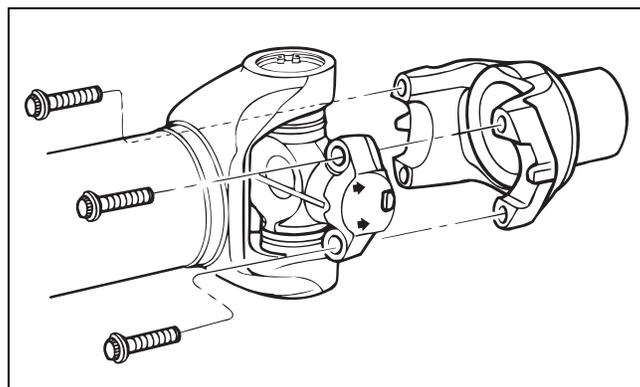

Figura 2
5. Retire los pernos. Figura 2.